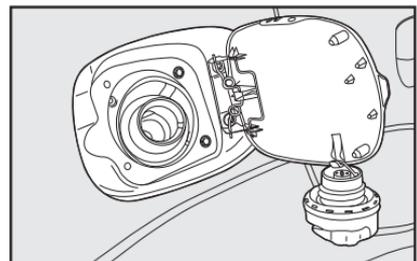

fig. 97
- após a retirada da tampa, encaixe-a no suporte existente na portinhola **fig. 97**.